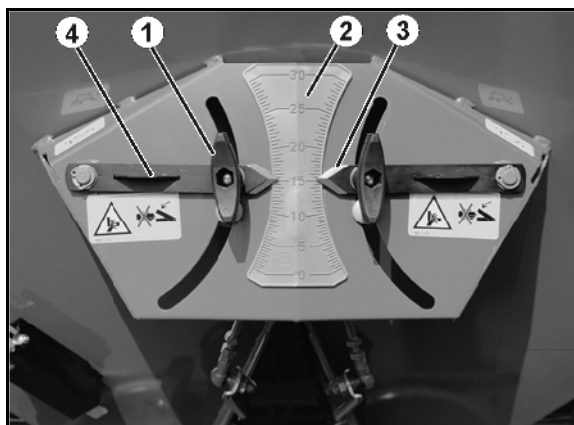

Fig. 64
2. Løsn klemgrebet (Fig. 64/2).
3. Find på skalaen (Fig. 64/1) den skalaværdi for spredeindstillingen, som fremgår af spredetabellen, eller er fundet via udsåningsanordningen.
4. Stil aflæsningskanten (Fig. 64/4) til viseren (Fig. 64/3) på skalaværdien.
5. Spænd klemgrebet (Fig. 64/2) godt.